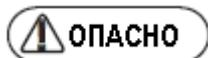

Рис. 2
- Поставьте машину на ровную поверхность и извлеките масляный щуп. Проверьте уровень масла. Используйте SAE10W-30. Рекомендуемый объем масла: 200 см³. Отверните пробку виброустановки и проверьте уровень масла. Убедитесь, что масло находится на одном уровне с отверстием под пробку. Выполняйте замену масла ежемесячно или каждые 200 ч эксплуатации (см. рис. 2).